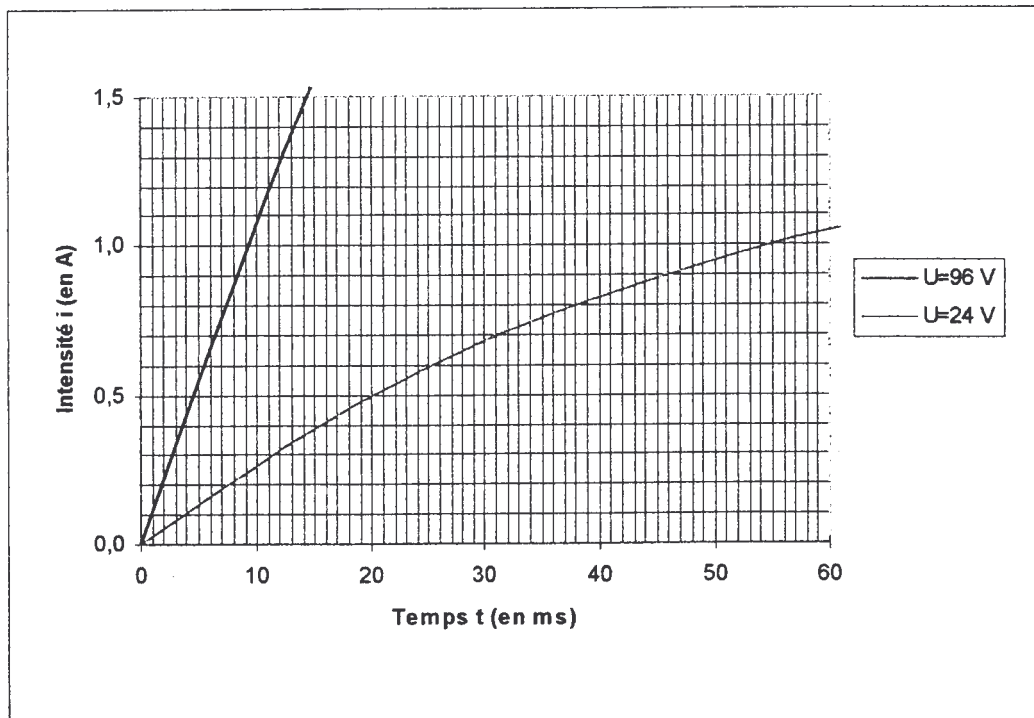

Figure 8. Détail agrandi de la figure précédente (à compléter)
4.1.2 Il faut un courant supérieur à 1,0 A pour provoquer le déplacement de l'armature du frein. Déterminer graphiquement à l'aide de la figure 8, le temps t_1 au bout duquel l'armature du frein commence à se déplacer.
4.2.1 Déterminer graphiquement à partir de la figure 8 du document réponse, le temps t_2 au bout duquel l'armature du frein commence à se déplacer.